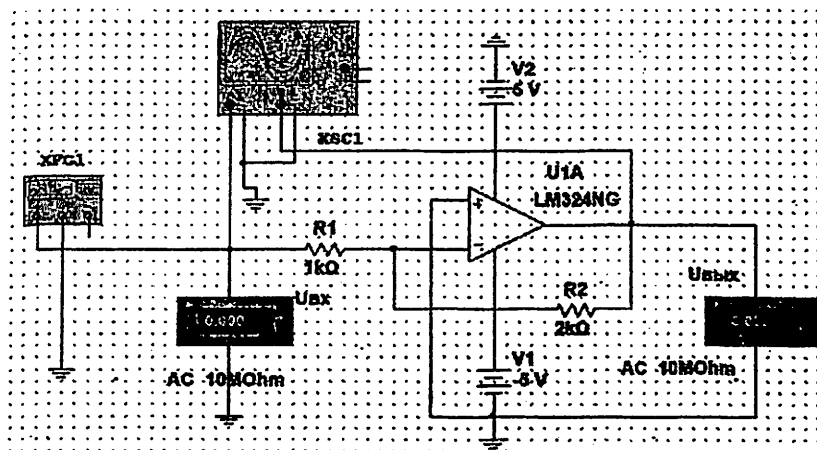
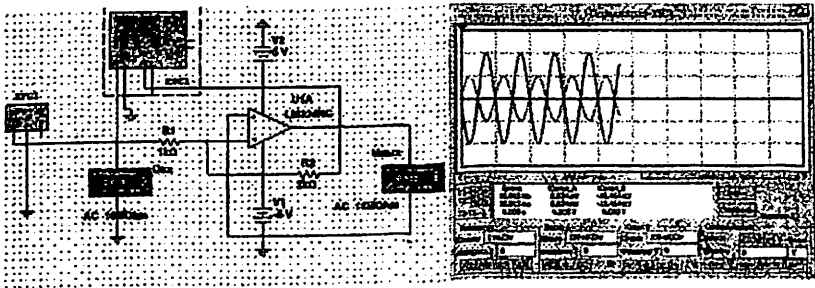

Рисунок.10.2.
Рисунок.10.3. инвертирующего усилителя и её временная диаграмма (осциллограмму)
Необходимо собрать схему приведенное на рис.10.3. в мультисиме. Далее по варианту (Например:  $R1=1$  КОм, частота  $f=1$  КГц, амплитуда  $A=100$  мВ) необходимо установить значения резисторов источников питания и функционального генератора (XFG1), а также настроить измерительные приборы рис.10.2.
Для схемы инвертирующего усилителя (см. рис. 10.3) при  $R1$  (по варианту) и трёх значениях  $R2=(1,2,3,4)$  КОм определить коэффициент усиления  $K$  по формуле (3). Результаты расчёта занести в табл. 10.1.